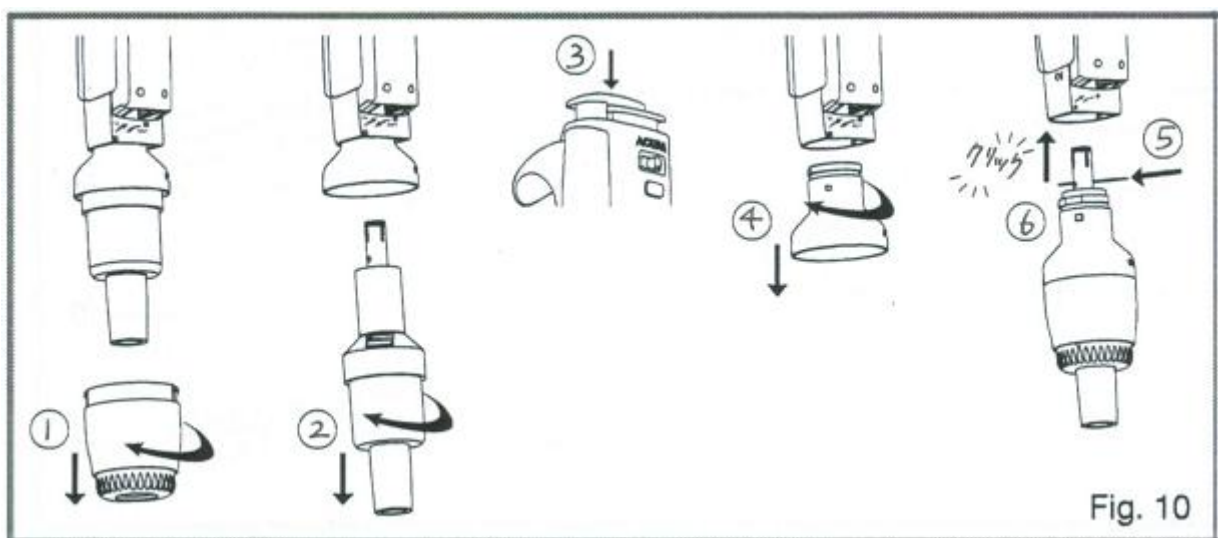

Fig. 10
- (2) パレルを回してしっかりと固定してください③。
- (3) チップイジェクターを下から上方向に差し込みます。②
- (4) イジェクターボタンを押し下げ①、チップイジェクターと制御ユニットを固定します。その際、チップイジェクターを半分ほど右に回してロックしてください②。その後、イジェクターボタンを離します。
7.5.3 分注モジュール取り外し方法 — 5mL、10mL (Fig. 10)
- (1) イジェクターナットを少し回転させイジェクターキャップからナットを取り外してください①。
- (2) バレル部分を緩めた後、優しくプランジャーごと引き抜いてください②。
- (3) イジェクターボタンを押し下げてください③。
- (4) イジェクターキャップを左に回転させ、制御ユニットからイジェクターキャップを取り外してください④。
7.5.4 分注モジュールの組み立て方法 — 5mL、10mL (Fig.10)
- 「オペレーション」の章(Fig. 9a と Fig 10)を参考にしながら、上部の制御ユニットから分注モジュールを取り外してください。